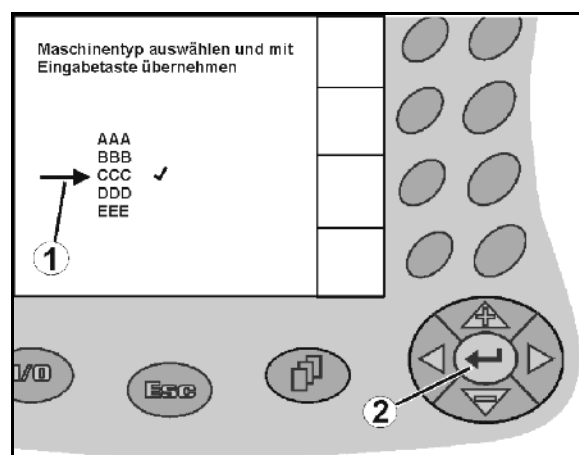

Fig. 16
1. Positioner udvalget (Fig. 16/1) med
2. Overtag udvalget (Fig. 16/2).